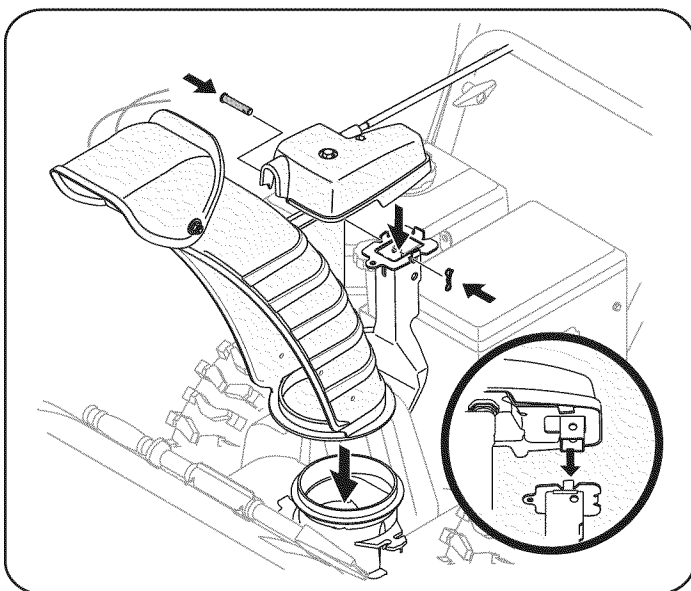

Figura 5
4. Lugar en la tolva tolva de base y garantizar la varilla hexagonal está situado bajo el asa del panel. La cabeza seguro control del canal de soporte de soporte del canal con el pasador de horquilla y pajarita pasador extraído en el paso 1. Vea la Figura 5.